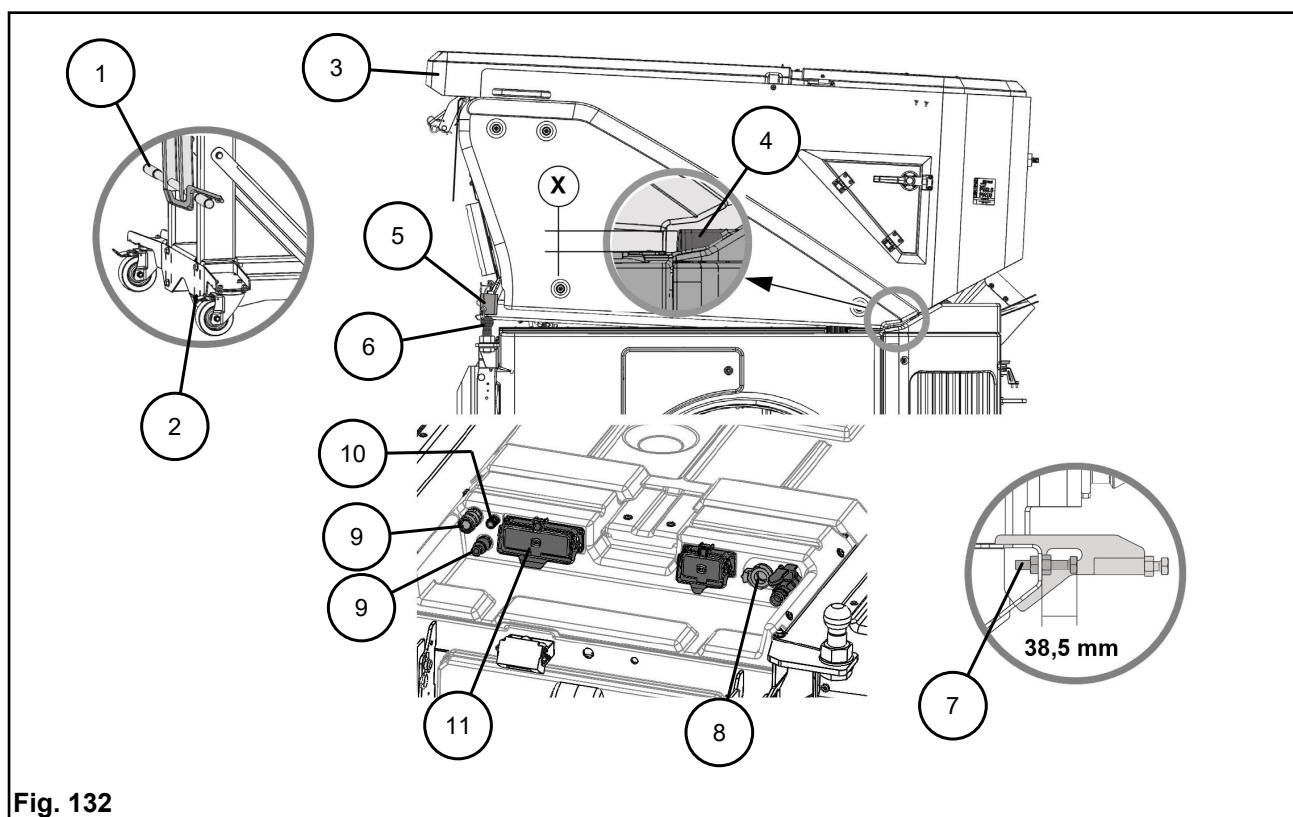

Fig. 132
- a) Placera sopmaterialbehållaren över bakvagnen och kontrollera spaltmåttet **Fig. 132-X** med 5 till 10 mm. Korrigera vid behov med skruven **Fig. 132-7**.